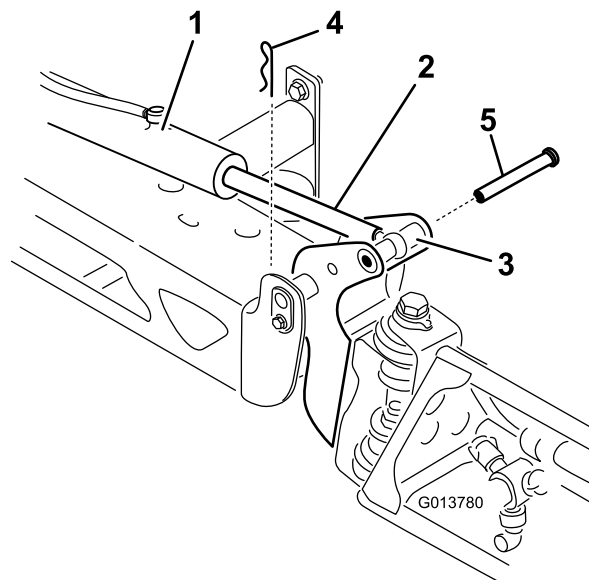

Figura 47
2. Retire la claveta del pasador de giro (Figura 47).
3. Levante el brazo y retire el pasador (Figura 47). Baje el brazo lentamente al suelo.
7. Sujetando el brazo, introduzca el pasador a través del pivote del brazo y del émbolo del actuador (Figura 47).